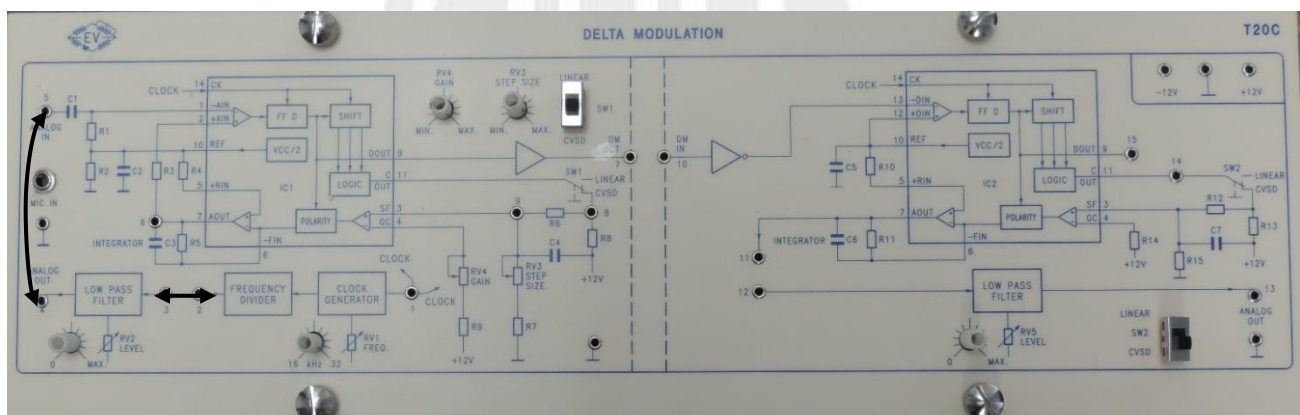

Figura 7.2 Diagrama de conexiones modulación delta adaptativa.
1. Conectar la salida del filtro pasa bajas (ANALOG OUT) (TP4) a la entrada del modulador delta (ANALOG IN) (TP5) y conectar TP2 con TP3 (Figura 7.2).